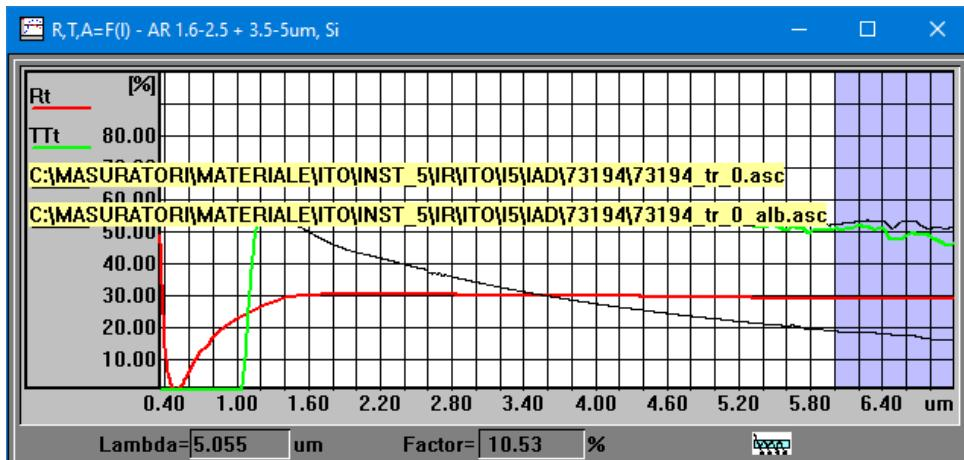

Fig. 4.7
- ***Lista fisiere incluse*** – se afiseaza in grafic fisierele incluse ca in Fig. 4.7. Facand dublu clic in fereastra sau mofificand dimensiunile ferestrei se sterg aceste date. Mariti dimensiunile ferestrei ptr. a incapea tot textul.